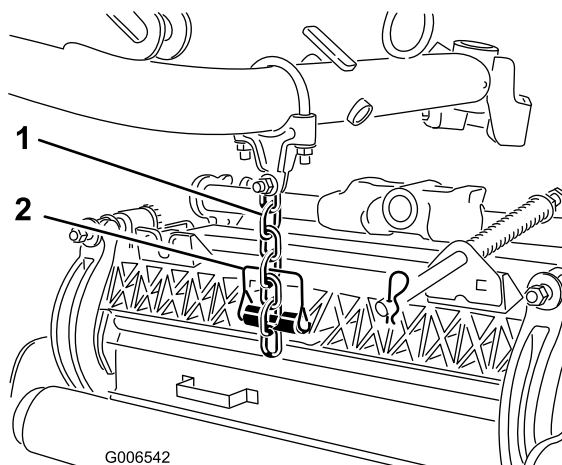

図 15
8. スナッパピンを使って、昇降アームのチェーンをカッティングユニットのチェーンブラケット 図 15に、以下の手順で固定する。